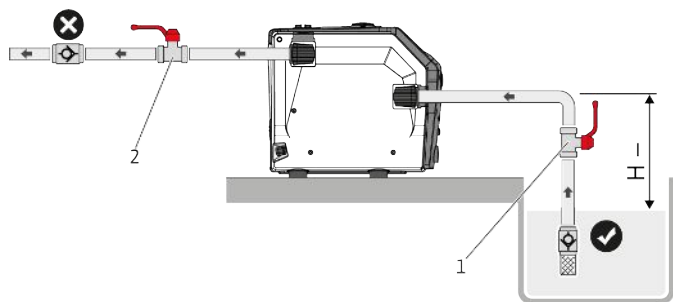
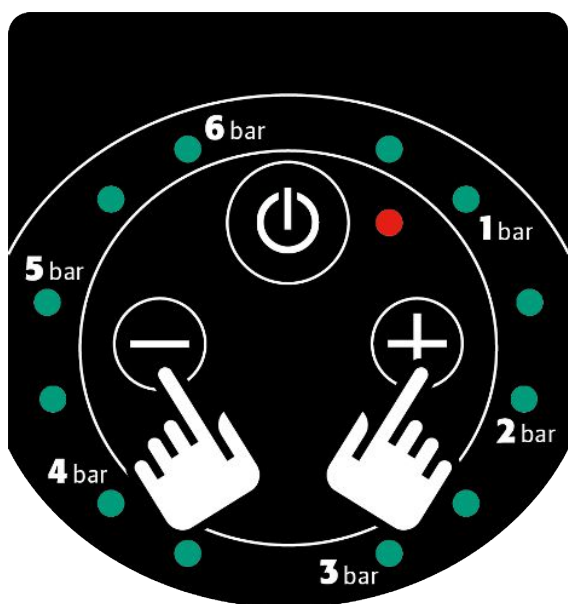

Fig. 8: Režim sání
Fig. 11: Ovládací tlačítka + a -
1. Když je produkt instalován v režimu se zatížením (Fig. 8), jednou stiskněte ovládací tlačítko zap/vyp (Fig. 11).
2. Na ovládacím panelu stiskněte ovládací tlačítko „zap/vyp“ (Fig. 11).